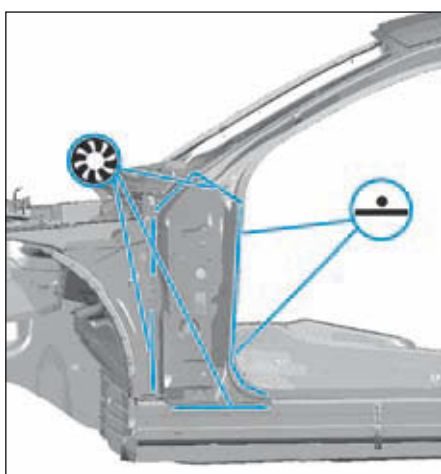

FIG.34
- Ajuster et souder comme illustré (Fig.34).